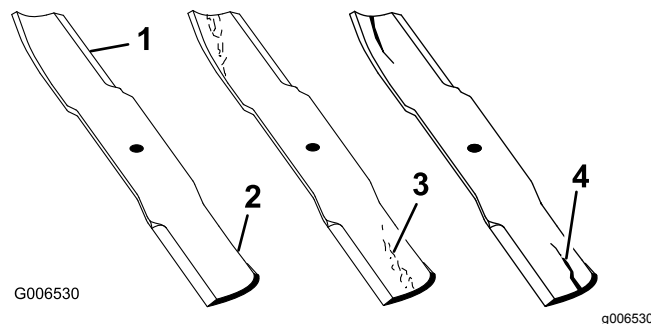

Figura 42
1. Inspeccione los filos de corte (Figura 42).
2. Inspeccione las cuchillas, especialmente la parte curva (Figura 42).
Nota: Si observa daños, desgaste o la formación de una ranura en esta zona (Figura 42, 3 y 4), instale inmediatamente una cuchilla nueva.